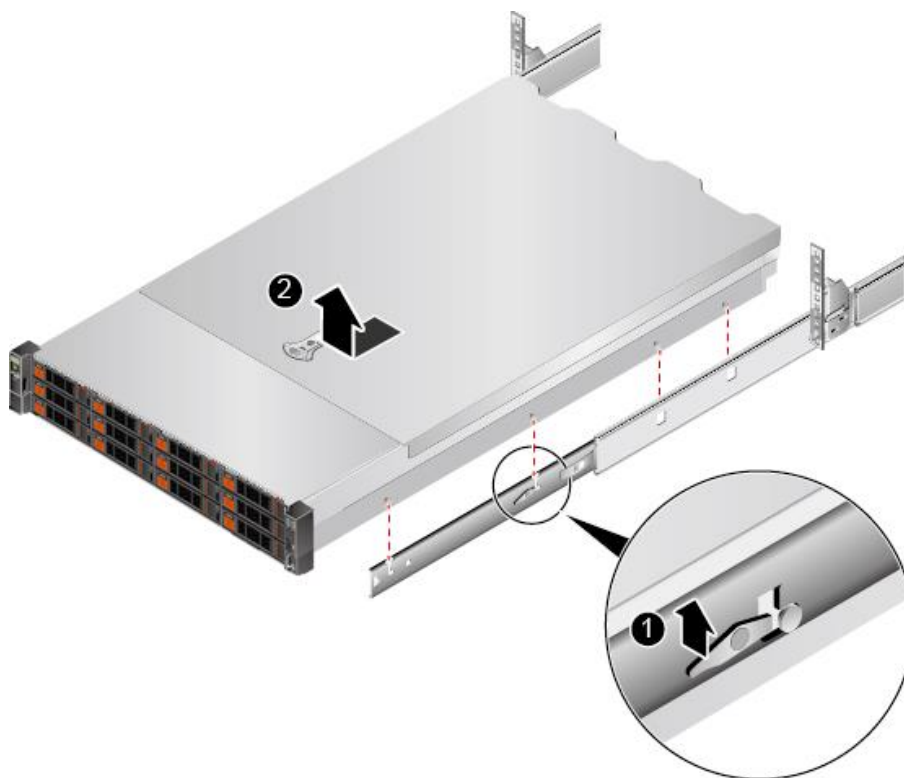

图 3-6 从抱轨上拆卸服务器
- 3) 向上打开卡扣，托住服务器底部并沿箭头方向取出服务器，如图 3-6 所示。